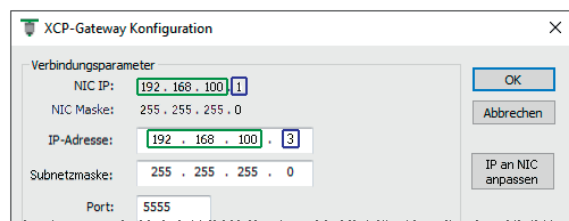

Abb. 5-25: Befehl **IP an NIC anpassen**
- ▶ Wenn Sie für Konfiguration und Messungen denselben PC und dieselbe Netzwerkkarte verwenden, müssen die IP-Adressen von Netzwerkkarte und XCP-Gateway im selben Adressbereich liegen (Abb. 5-25, grüne Markierungen), sie dürfen jedoch nicht identisch sein (Abb. 5-25, blaue Markierungen). Diese Anpassung kann bei Bedarf über den Befehl **IP an NIC anpassen** erfolgen. Die IP-Adresse wird automatisch an die IP-Adresse der Netzwerkkarte angepasst. Eine manuelle Änderung des Eintrags **IP-Adresse** ist nicht erforderlich.